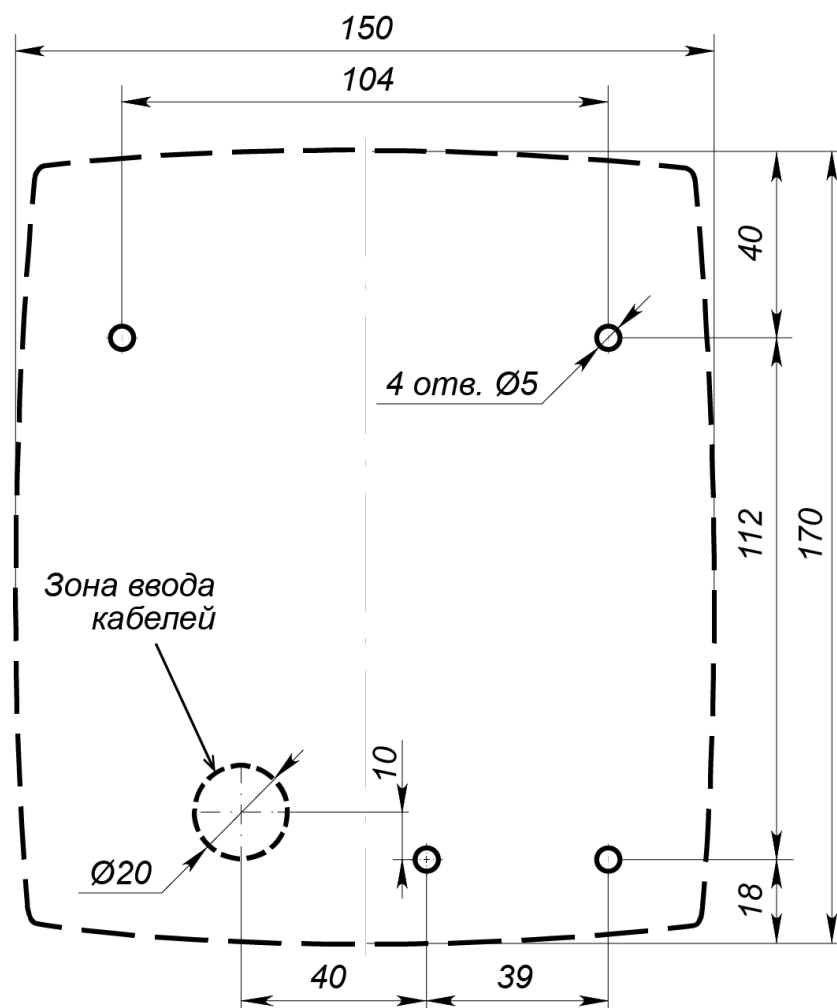

Рисунок 2. Разметка отверстий для установки терминала
3. Произведите разметку и разделку отверстий на установочной поверхности для крепления металлического основания и подводки кабелей (см. рис. 2).